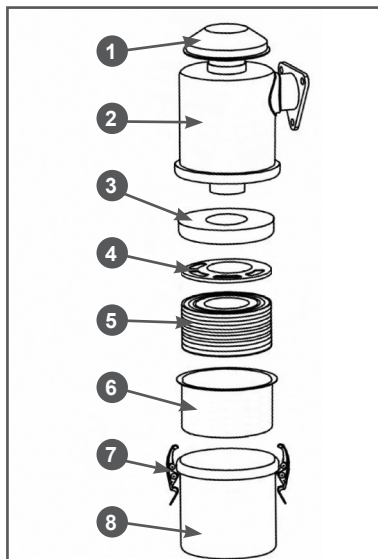

Рис. 22 Обслуживание воздушного фильтра
1. Отстегните защелки 7 и снимите масляную ванну 8 (Рис. 22).
3. Извлеките из корпуса 2 поролоновый фильтрующий элемент 3 (Рис. 22).
8. Очистите от грязи сетку воздухозаборника 1 и внутреннюю полость корпуса 2 воздушного фильтра (Рис. 22).
9. Смочите поролоновый фильтрующий элемент 3 чистым моторным маслом, после чего излишки масла отожмите (Рис. 22).
10. Смочите сетчатый фильтрующий элемент 5 чистым моторным маслом, после чего дайте стечь излишкам масла (Рис. 22).